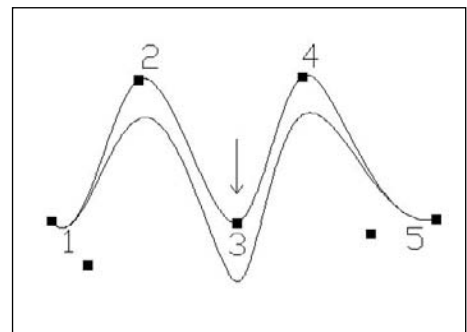

Fig.16.17
- **Poids** (Weight) : permet de modifier le poids relatif du point de contrôle sélectionné. Plus le poids est élevé, plus le point de contrôle exercera une traction sur la spline (fig.16.17).